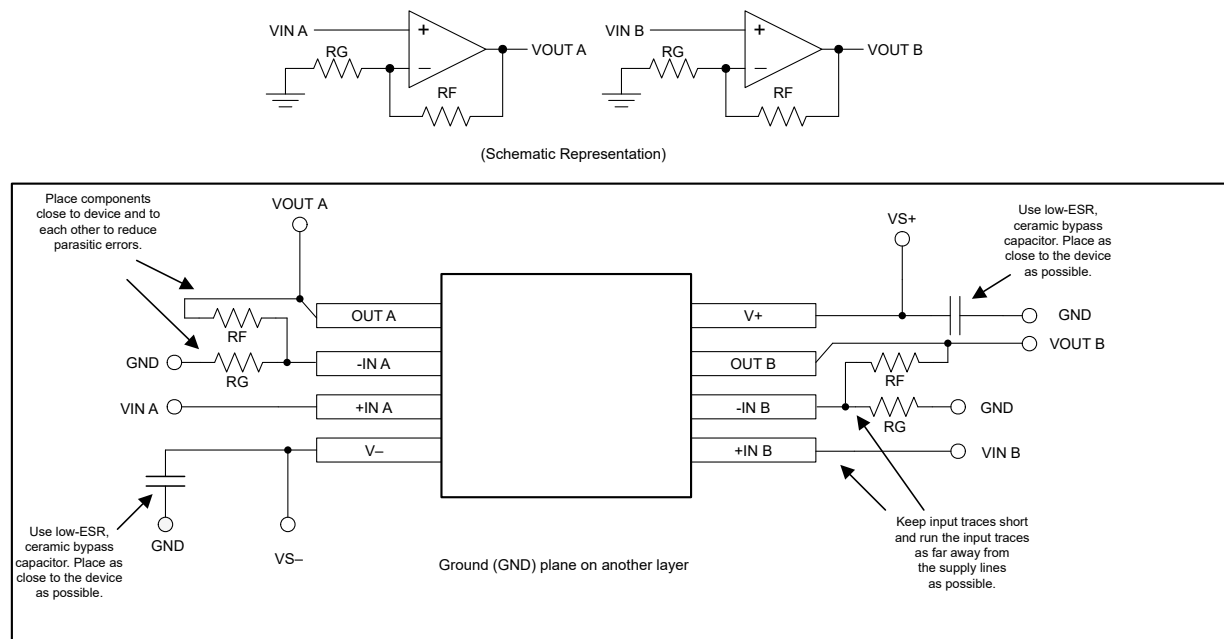

図 8-8. TLV2365-Q1 SOIC パッケージの推奨レイアウト
- 外付け部品は、可能な限りデバイスに近く配置します。図 8-8 R_F と R_G を反転入力に近付けて配置すると、寄生容量を最小化できます。